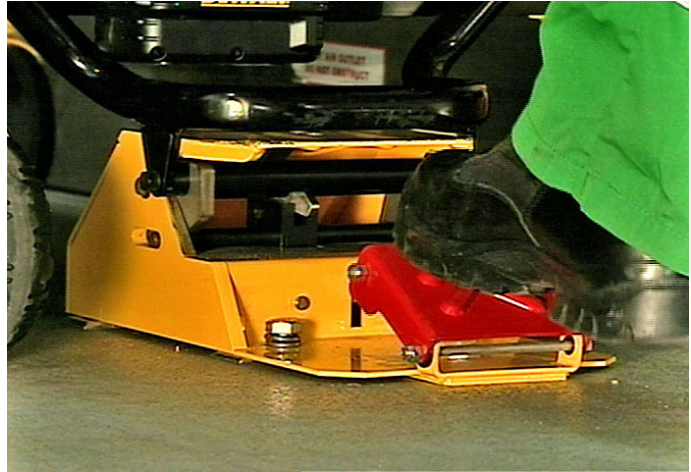

Figure 17 – Appuyer sur le côté pieds
1. Appuyer fermement sur la pédale jusqu'à ce que le mécanisme de verrouillage soit déclenché, comme le montre la Figure 17.